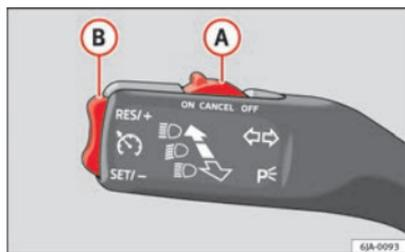

Fig. 109 La palanca de los intermitentes y de las luces de carretera: teclas del regulador de velocidad
- Mueva el conmutador **(A)** ⇒ fig. 109 a la posición **ON**.
- Pulse la tecla basculante **(B)** ⇒ fig. 109 ⇒ página 157 en posición **RES**.
- La velocidad programada se puede **reducir** pulsando la tecla **(B)** ⇒ fig. 109 ⇒ página 157 en posición **SET**.
El regulador de velocidad **se desconecta temporalmente** pulsando la tecla **A** ⇒ fig. 109 ⇒ página 157 en posición **CANCEL**, o bien pisando el pedal de freno o embrague.
- Mueva el conmutador **A** ⇒ fig. 109 ⇒ página 157 a la posición **OFF**.